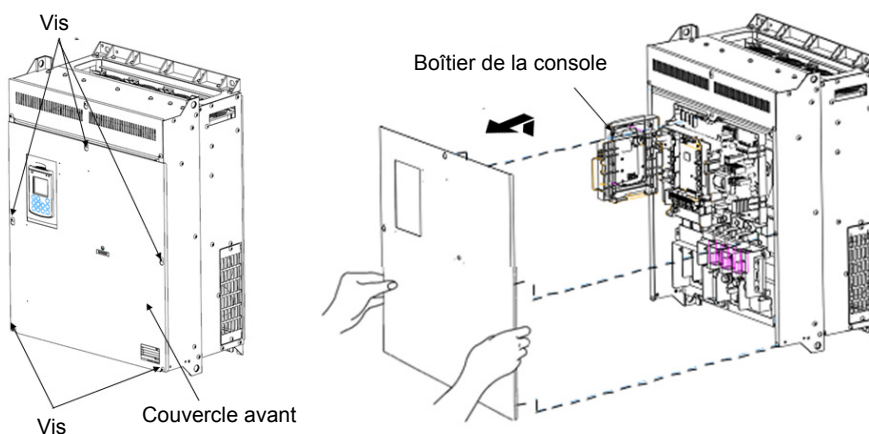

Figure 2.3 Retrait du couvercle avant et de la plaque de câblage (FRN110AQ1S-4□)
(2) 110 à 710 kW
- ① Desserrez les vis du couvercle avant, saisissez les extrémités droite et gauche du couvercle avant, et faites-le glisser vers le haut pour le retirer.
- ② Après avoir effectué les connexions de câblage nécessaires, alignez le haut du couvercle avant sur les orifices de l'unité et remettez le couvercle en place en effectuant en sens inverse les opérations représentées sur la figure 2.3.